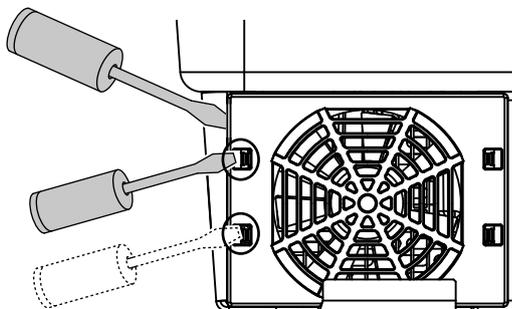

Fig. 74: Soltar as patilhas de fixação
3. Com uma segunda chave de fendas, pressione as patilhas de fixação para o centro do ventilador. Levante ligeiramente a unidade de ventilação.  **Fig. 74**